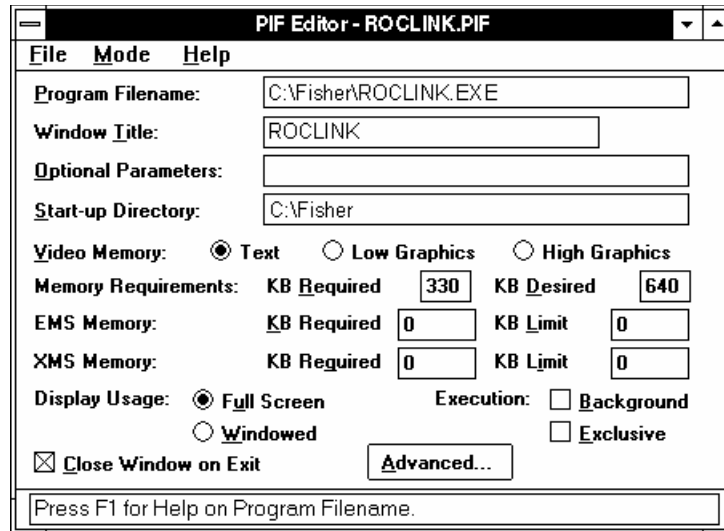

Figura 1-9. Editor PIF para Windows 3.1x
3. Insira o caminho do diretório onde você instalou o ROCLINK no campo **Program Filename** e ROCLINK.EXE depois do caminho do diretório. Por exemplo, se você instalou o ROCLINK no diretório C:\Fisher, insira C:\Fisher\ROCLINK.EXE no campo nome do arquivo do programa. Veja a Figura 1-9.
6. Coloque o caminho do diretório onde você instalou o ROCLINK no campo **Start-up Directory**. Por exemplo, se você instalou o ROCLINK no diretório C:\Fisher, coloque C:\Fisher no campo do Diretório de Inicialização. Observe a Figura 1-9.